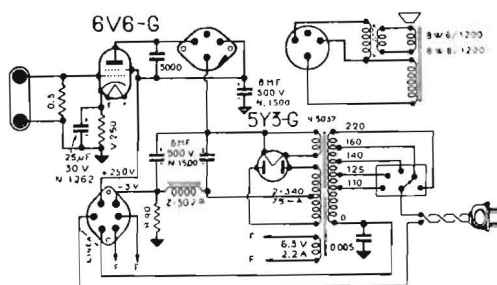
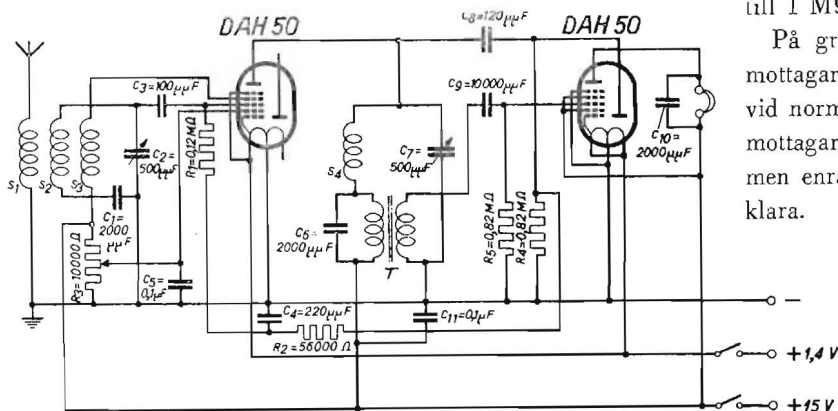

Fig. 2. Den mindre förstärkarenheten med 4 W uteffekt, som är sammanbyggd med nätaggregatet.
Fig. 1. Tvårörs reflexkopplad mottagare med Philips' rymdladdningsgallerrör DAH 50, som arbetar med 15 V anodspänning.
Fig. 2. RCA:s utomhusstudio för television med en av kamerorna synlig till höger, en av de uppträdande artisterna i mitten och en gitarrkvartett till vänster. Mikrofonen framför artisten är placerad så lågt, att den ej kommer med i televisionsbilden. (Foto: förf.)
Mottagarenhetens kopplingsschema visas i fig. 1. Det domineras av spolenheten, synlig nederst till vänster innanför
Fig. 1. Kopplingsschema för mottagardelen. Varje sektion hos vridkondensatorn har två olika kondensatorsystem på 140 och 280 pF. Nedtill på högra delen av schemat ses en kopplingsplint för inkoppling av »magiska ögat» 6E5.
Den mindre enheten, som ger 4 W distortionsfri uteffekt, visas i fig. 2. Den har ett enda rör — slutrör — av typ 6V6-G. Dessutom innehåller denna enhet nätaggregatet med likriktarrör 5Y3-G. De två ledningar som är märkta »Linea» gå fram till nätströmbrytaren, vilken är sammanbyggd med klangfärgskontrollen nr 999 på 1 M Ω och sålunda placerad i mottagarenheten (se fig. 1).
Bland de övriga modellerna lägger man särskilt märke till tryckknappssupern, modell 40 W, vars chassi visas i fig. 1 och exteriören i fig. 3. Tryckknappssystemet är rent mekaniskt och av välkänd typ. Från tryckknappsenheten 454 (se fig. 1) överföres rörelsen med hjälp av kugghjulsutväxlingen 456—458 till vridkondensatorn. Lysnaren kan själv, utan hjälp av verktyg, justera anordningen för just de stationer, som han önskar ha på tryckknapp; dessa stationer kunna väljas inom mellan- och långvågsområdena.
Kopplingsschemat för denna mottagare, fig. 2, uppvisar en del intressanta detaljer. Första mellanfrekvensfiltret (46) har variabel koppling, möjliggör alltså reglering av selektiviteten. Denna anordning är mekaniskt kopplad med klangfärgskontrollens variabla motstånd (64), som ju också påverkar selektiviteten (gör tonfrekvensbandet smalare). Det är därför synnerligen lämpligt att ha dessa två organ inställbara med gemensam ratt. Negativ återkoppling är anordnad
Fig. 1. Chassiet i tryckknappssupern, modell 40 W. De tre första rören: blandarrör, mellanfrekvensrör/diod samt första lågfrekvensrör äro stälrör, slutrör och likriktarrör däremot glaströr, för att de skola tåla den högre belastningen.
Fig. 2. Kopplingsschema för modell 40 W. Spänningar och strömmar äro angivna vid rörens elektroder, då detta schema är avsett att användas vid kontroll eller justering av mottagaren.